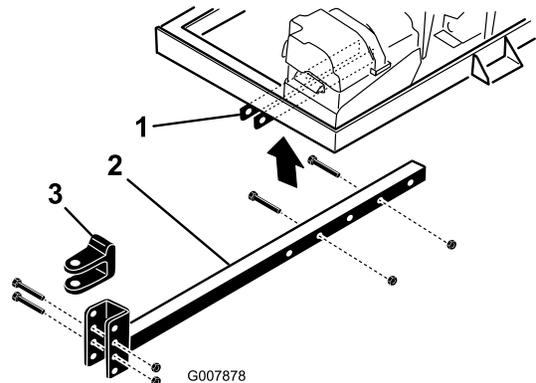

Figura 4
2. Inserite il tubo dell'attacco di traino nelle staffe del telaio (Figura 4). Fissate il tubo al telaio con 2 bulloni (3/8 x 3 poll.) e dadi flangiati (3/8 poll.).
- Togliete i bulloni e i dadi di bloccaggio che fissano l'uncino dell'attacco di traino (Figura 4) al tubo dell'attacco stesso.
- Rimuovete i bulloni e i dadi che fissano il tubo dell'attacco di traino alle staffe del telaio (Figura 4).